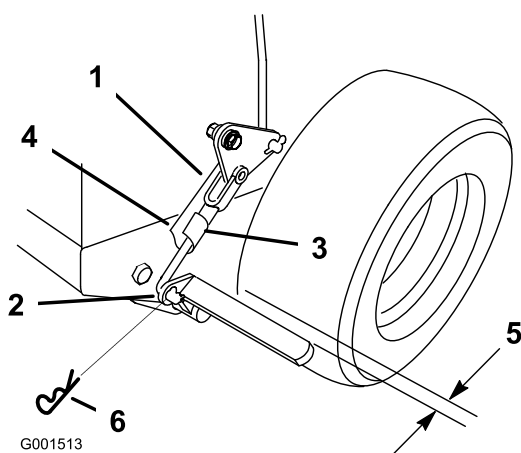

Figura 42
3. Staccate la coppiglia dal tirante inferiore del freno (Figura 42).
4. Ruotate la forcella del tirante inferiore del freno in senso orario per serrare il freno di stazionamento; ruotate la forcella del tirante inferiore del freno in senso antiorario per allentare il freno di stazionamento (Figura 42).
Nota: Quando il freno di stazionamento non è inserito, dovrebbe esserci uno spazio di circa 6 mm tra il pneumatico e la barra piatta (Figura 42).
5. Fissate il tirante inferiore alla leva inferiore del freno con la coppiglia e il perno con testa (Figura 42).